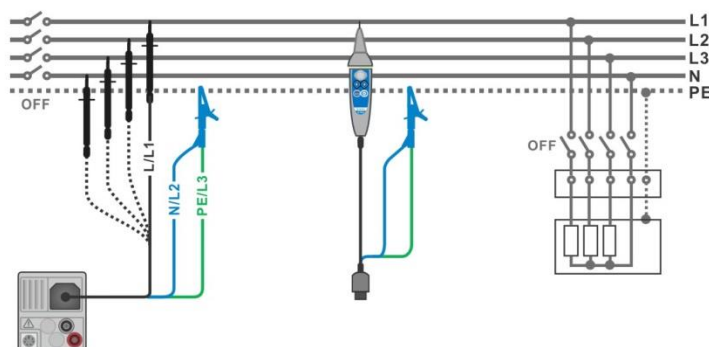

figura 7.7: Collegamento puntale a 3 fili e puntale remoto ( $U_N \leq 1 \text{ kV}$ )
- Collegare i puntali di prova all'oggetto (vedi **figura 7.7**).